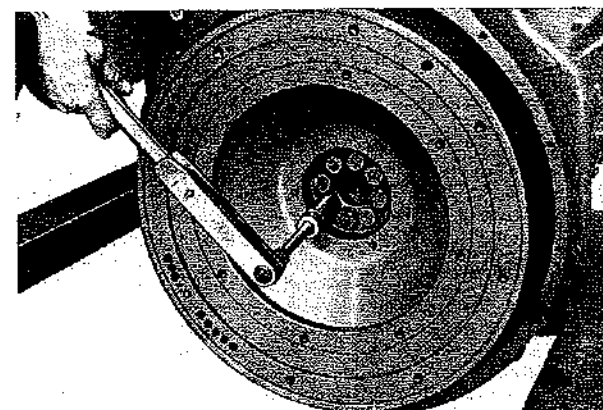

Fig. 89
- Serrare le viti a 20 kgm. (Fig. 89) agendo alternativamente. Con pietra o dispositivo simile fissare il volano alla campana per impedirne la rotazione durante il serraggio.